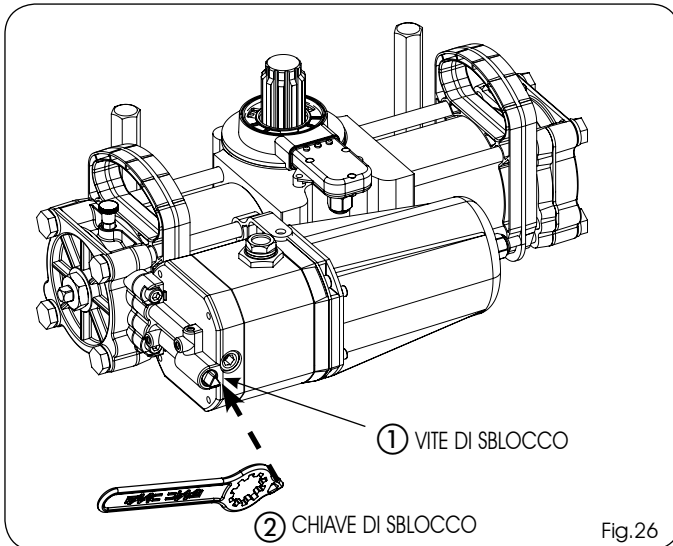

Fig.26
Nel caso sia necessario azionare manualmente il cancello a causa di mancanza di corrente o disservizio dell'automazione, occorre agire sul dispositivo di sblocco oleodinamico tramite la chiave di sblocco (Fig.26 rif.②):
- 2) Agire sulla vite di sblocco (Fig.26 rif.①), inserendovi lo scasso triangolare della chiave in dotazione (Fig.26 rif.②):